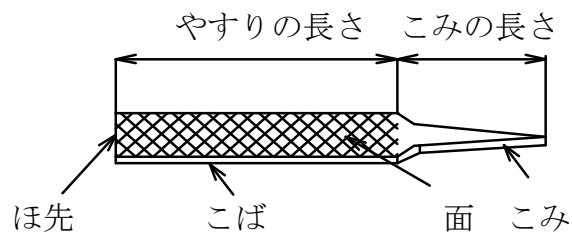

図6・9 ヤスリ各部の名称
(2) ヤスリの目の刻み方による種類 (図6・10)
①単目